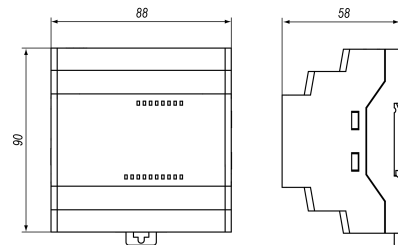

Рисунок 2 – Габаритні розміри
1. Підготувати на DIN-рейці місце для встановлення пристрою з урахуванням розмірів корпусу (див. *рисунок 2*)